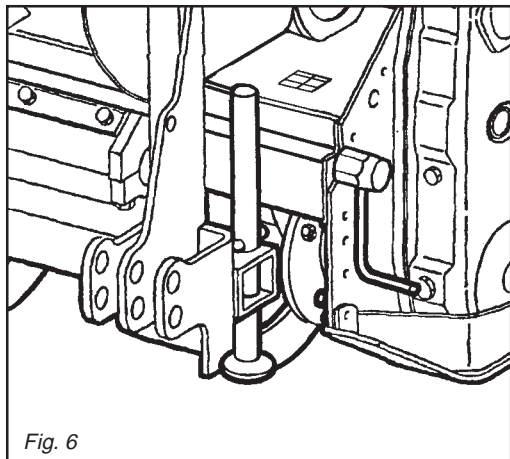

Fig. 6
- 5 - Posizionare il piedino d'appoggio come in Fig. 6.
- 5 - Position the support foot as shown in the figure 6.
- 5 - Den Stützfuß wie in Abb. 6 gezeigt anordnen.
- 5 - Positionnez le pied d'appui (Fig. 6).